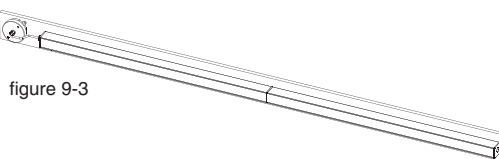

figure 9-3
- m. Placez vos boulons d'expansion dans le deuxième appareil, et remplacez la lentille. **Fig 9-3.**